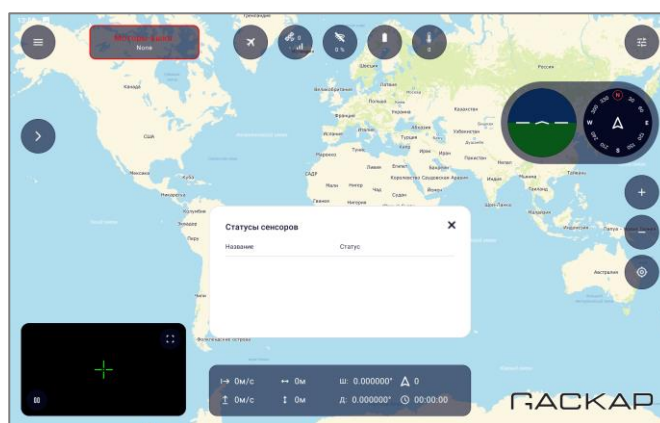

Рисунок 53
- проконтролировать отображение формы «Статусы сенсоров» (рисунок 53);